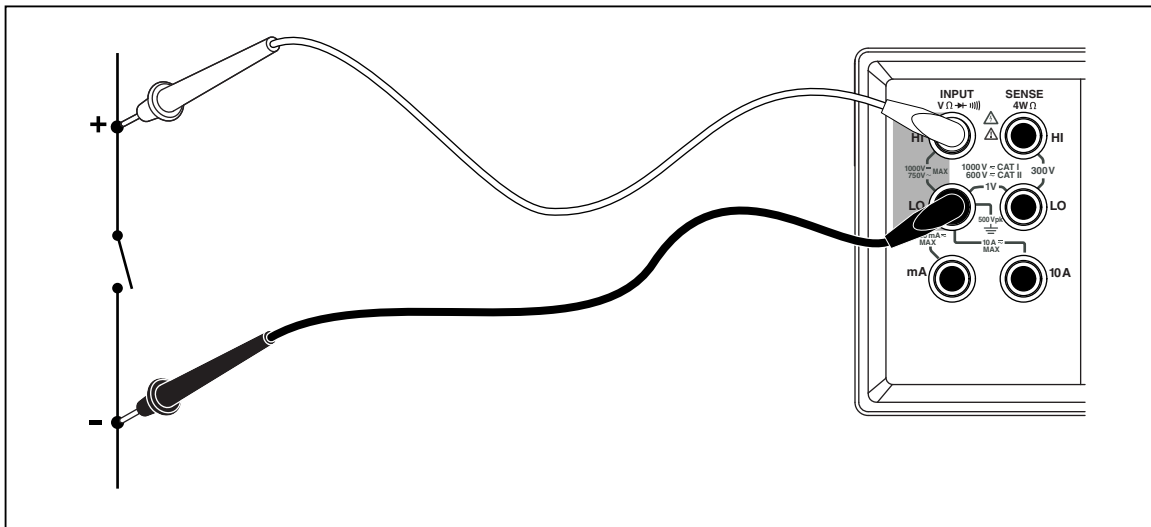

Abbildung 3-10. Durchgangsprüfung
2. Die Messleitungen gemäß Abbildung 3-10 zwischen dem Messgerät und dem zu messenden Stromkreis anschließen.